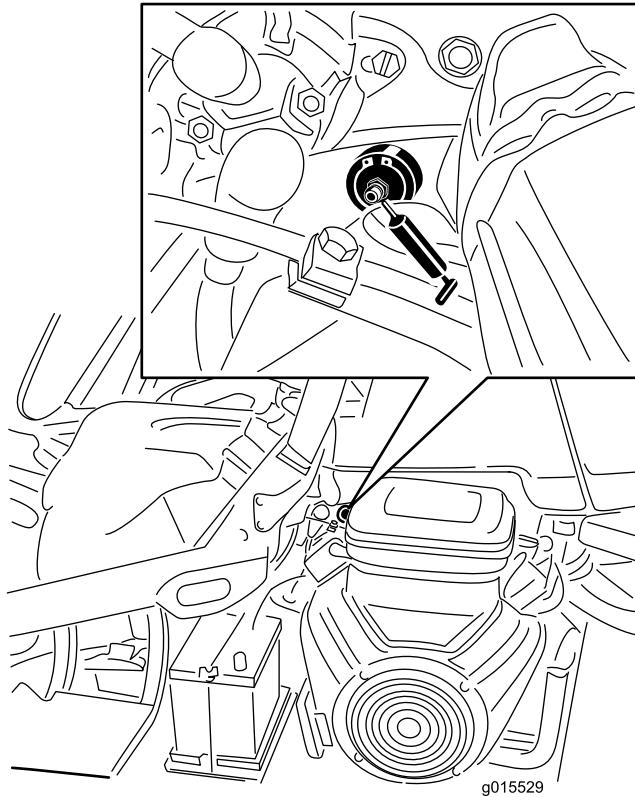

Figure 41
1. Essuyez le graisseur pour éviter que des impuretés ne pénètrent dans le roulement ou la bague (Figure 41).